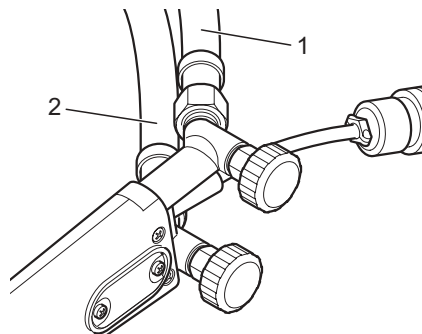

figura 4 - 1
Tubo ossigeno (in blu) al nipplo superiore. Tubo flessibile (1) in figura 4 - 1.
Tubo flessibile gas (rosso) al nipplo inferiore. Tubo flessibile (2) nella figura 4 - 1.